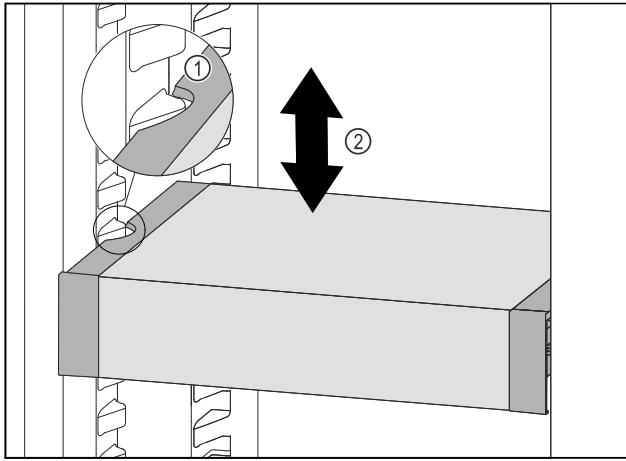

Fig. 92
- ▶ VarioSafe naar voren trekken tot de uitsparingen aan de zijkant van de VarioSafe zich ter hoogte van de rib in het koelgedeelte bevinden. Fig. 92 (1)
- ▶ VarioSafe in het koelgedeelte omhoog of omlaag bewegen tot de gewenste hoogte is bereikt. Fig. 92 (2)